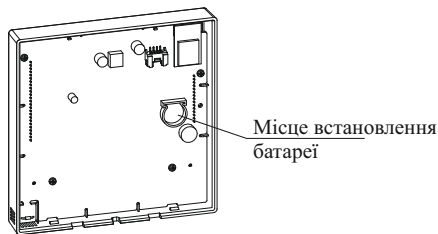

Рис. 3-5
- Вставте батарею в місце встановлення і переконайтеся, що позитивна сторона батареї відповідає позитивній стороні місця встановлення (див. Рис. 3-5).